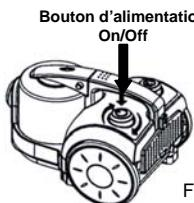

Figure 11
2. Appuyez sur le bouton On/Off situé sur l'appareil pour mettre l'aspirateur en marche. (Fig. 11)